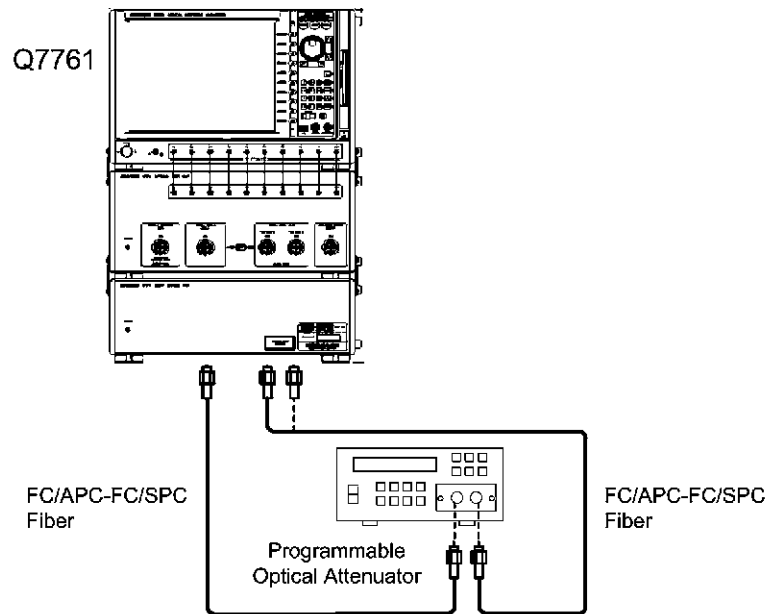

図 2-8 振幅特性直線性（分散測定モード）試験接続図 2
13. 図 2-8 のように FC/APC-FC/SPC 光ファイバの 1 本を本器の “OPTICAL SIGNAL OUTPUT” と可変光アッテネータの INPUT に接続し、もう 1 本を可変光アッテネータの OUTPUT と本器の “TEST PORT 1” に接続します。